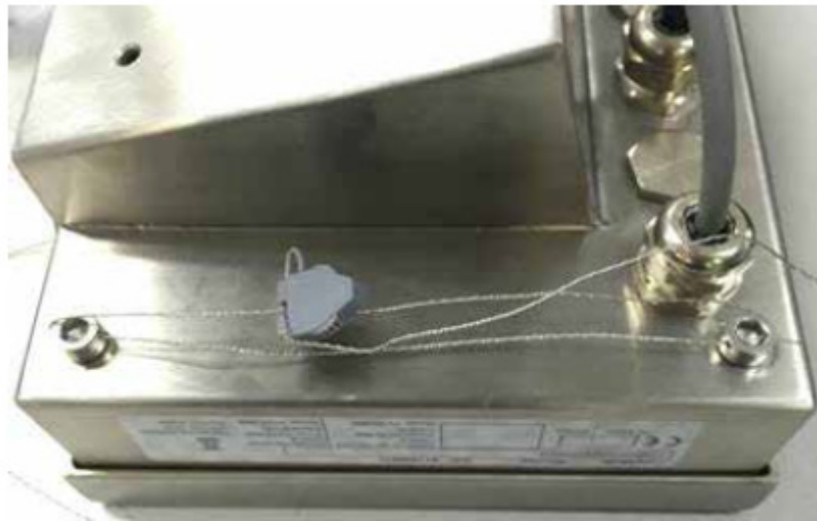

Abbildung 2-16: Plombierung
Die Plombendetails für das IND256x sind in Abbildung 2-16 dargestellt. Gehen Sie wie folgt vor:
2. Führen Sie den Plombendraht durch zwei nebeneinanderliegende Plombierschrauben und befestigen Sie den Plombenhalter wie in Abbildung 2-16 dargestellt.